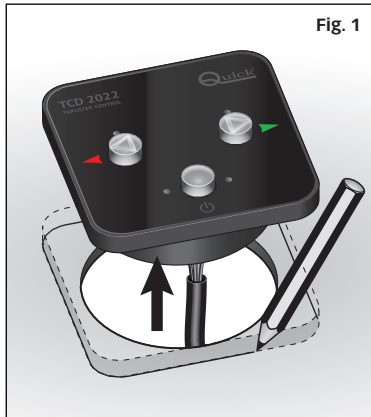

Fig. 1
- Para evitar colocar el mando torcido, recomendamos introducirlo en el agujero sin quitar el papel de protección de la junta. Después de controlar la alineación correcta con el panel; (Fig. 1) trazar el perímetro del mando con un lápiz; extraer el mando.